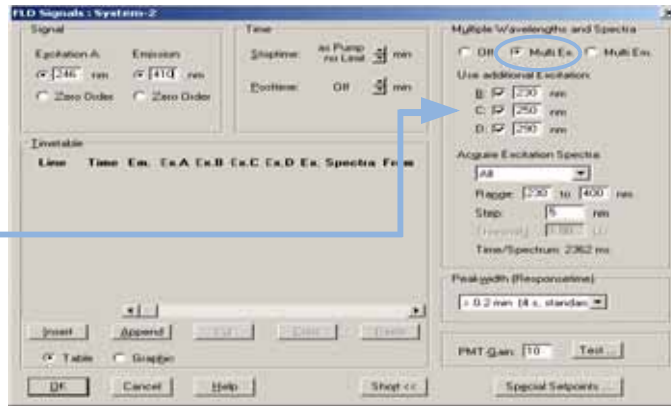

図 25 FLD パラメータ
- 2 57 ページ 図 25 に従って FLD の設定を行います (ローカルコントロールモジュール G1323B では、この情報は複数の画面に分割されて表示されます)。